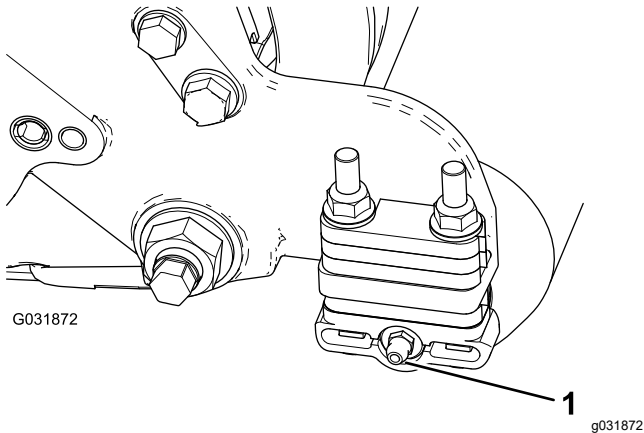

Figura 7
1. Retire el engrasador del rodillo del lateral de la unidad de corte donde está situado el alojamiento del cepillo del rodillo (Figura 7).